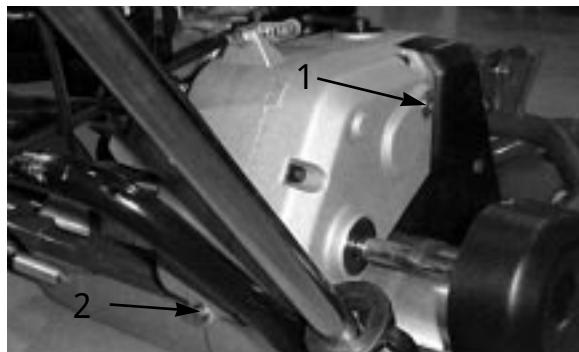

図 10
2. トランスマッション右側にある点検・補給プラグ（図10）を抜き取る。給油口までオイルがあればよい。不足であればオイルを補給する。